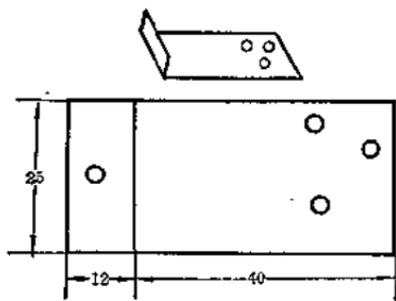

图 4
(3) 找一块废罐头盒上的铁皮，或0.5~1mm左右厚的镀锌铁皮，按图4尺寸剪下一块，钻四个直径是3毫米的孔，然后在虚线处折成直角。